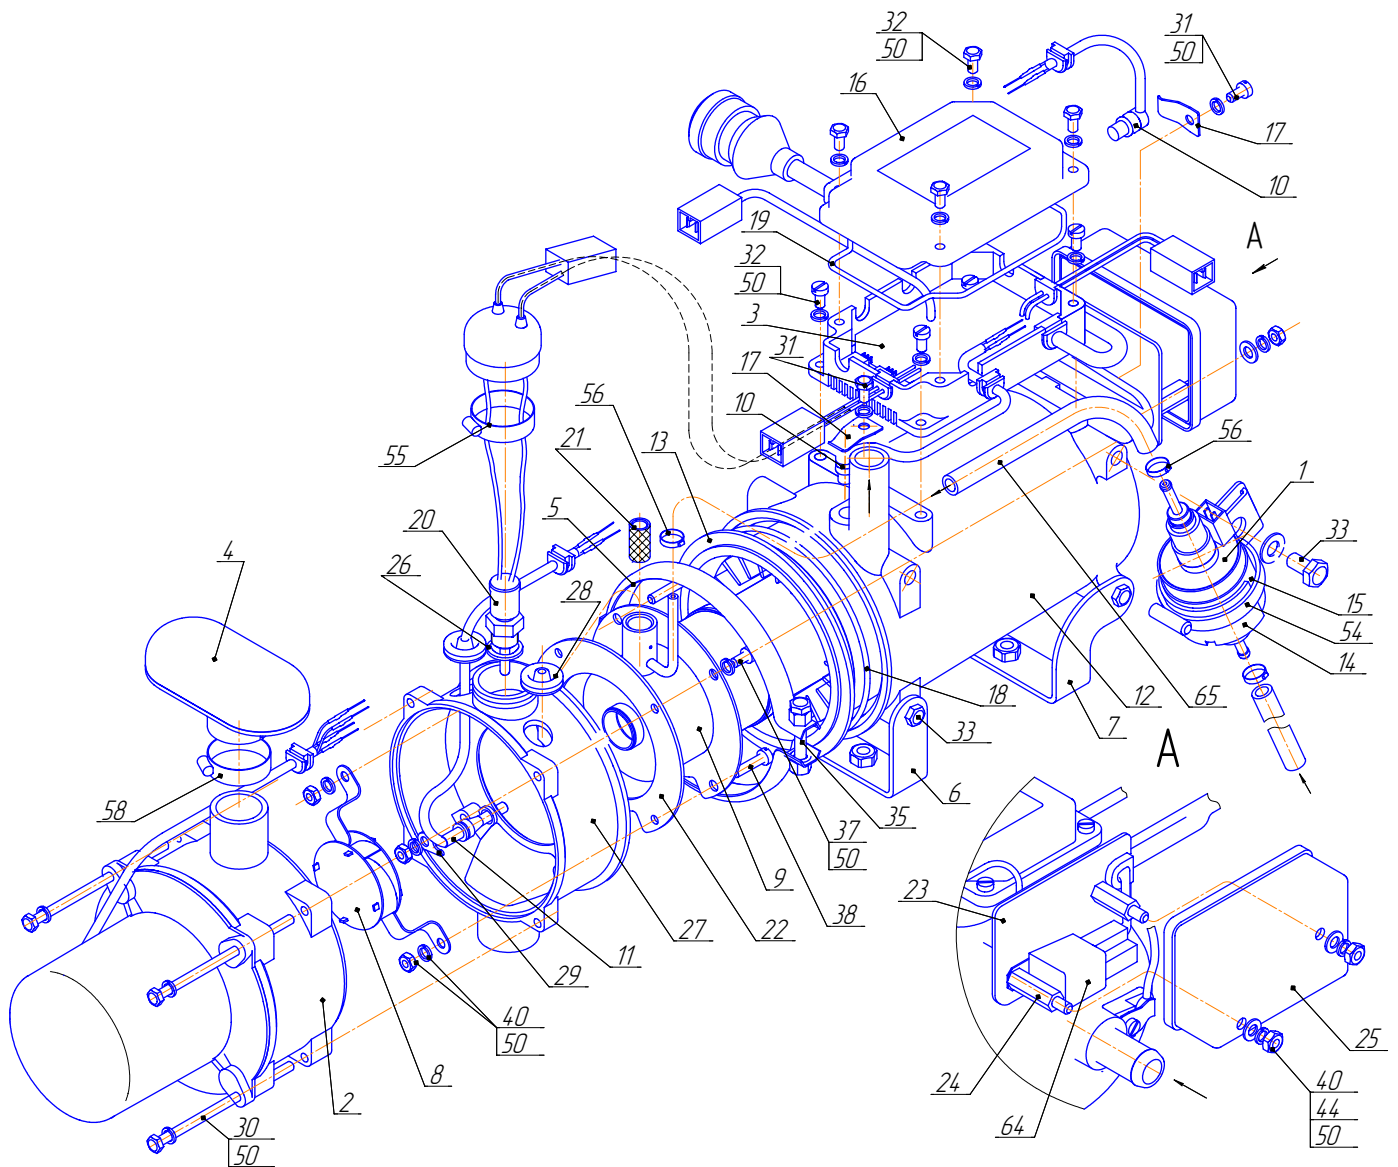

Рис.2- Схеме деления нагревателя 11ТС и 14ТС-10.
- 2 Состав **нагревателя** с блоком управления, который расположен в алюминиевом корпусе согласно схеме деления изделия на составные части - рис.2 и перечню деталей и сборок – таблица 2.